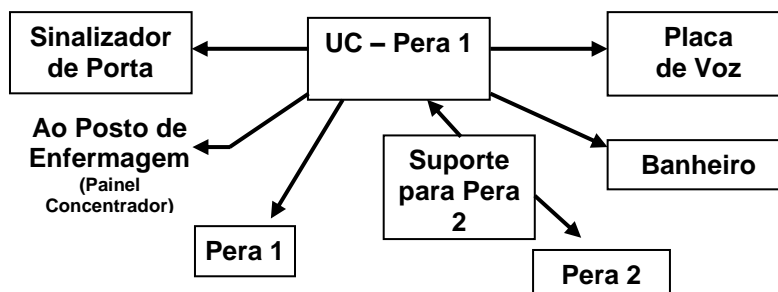

Figura 21 – Esquema de organização de módulos do **SCE** com 2 peras
Em cada leito deve ser instalada uma *Unidade de Comando (UC)*. A **UC** pode, opcionalmente, ser instalada numa caixa de passagem de **4x2** ou **4x4** polegadas ou no interior de um painel medicinal fornecido pela **TMED**. Se o *Sistema de Chamada Simples* for equipado com *Viva-Voz*, uma segunda placa de circuito (a placa de voz do leito) será fornecida para instalação próxima à **UC**. A placa de voz também pode ser instalada, opcionalmente, numa caixa **4x4"** ou no interior do painel medicinal. É importante observar que, no caso de sistemas com *viva-voz* instalados em caixas de passagem, será sempre necessária uma caixa (4x2" ou 4x4") para acondicionamento da **UC** e outra, 4x4", para a placa de voz no leito. Estas duas caixas devem ser separadas por uma distância entre 5 e 15 centímetros uma da outra. Além disso, é necessário que haja um eletroduto de 1/2" ou 3/4" para passagem de cabos entre elas. Veja que o diagrama na *Figura 21* abaixo mostra os diversos dispositivos a serem conectados à **UC** no caso de ambientes contendo um único leito.